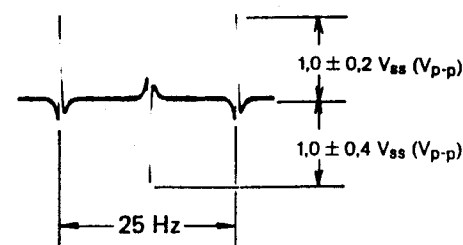

Fig. 5.2 Kopftrommel-Impuls-Pegel
2. Oszillograph an TP 6 (DRUMPULSE). Mit R 52 (DRUM PULSE LEVEL) auf der SERVO-Platte die positiven Impulse auf $1,0 V_{SS} \pm 0,2 V_{SS}$ einstellen (Fig. 5.2).
2. Oscilloscope to TP-6 (DRUM PULSE). Adjust R 52 (DRUM PULSE LEVEL) on the SERVO board for positive pulses of $1.0 V_{pp} \pm 0.2 V_{pp}$ (Fig. 5.2).